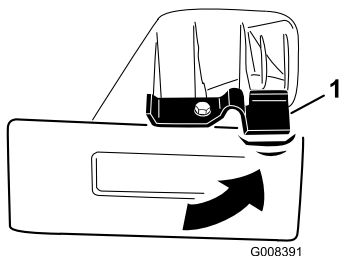

Figura 17
1. Gire el cierre del tapón de mulching en el sentido contrario a las agujas del reloj a la posición de abierto (Figura 17).